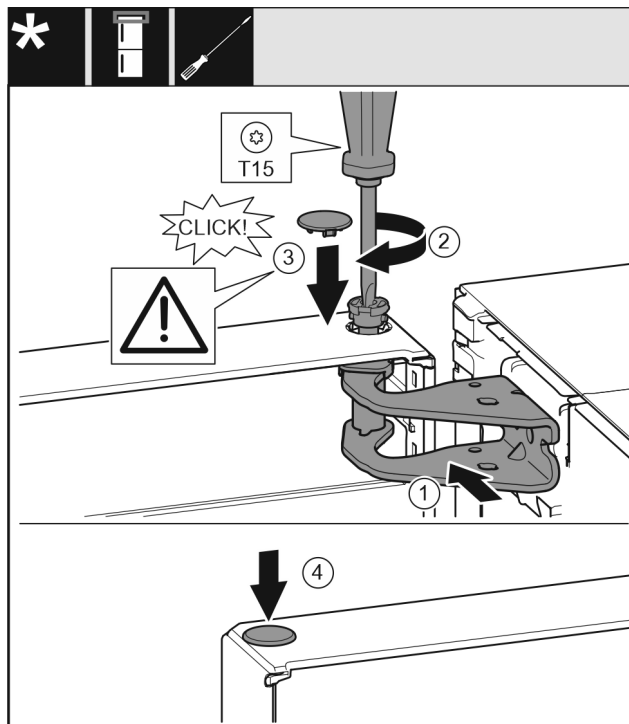

Fig. 18
- ▶ Dveře nahoru vyrovnejte s otvorem ve stojanu ložiska. Fig. 18 (1)
- ▶ Vložte čep a pevně jej utáhněte šroubovákem T15. Fig. 18 (2)
- ▶ K zajištění dveří namontujte bezpečnostní kryt: Bezpečnostní kryt nasadte a zkontrolujte, zda přiléhá na dveře. V opačném případě čep zcela zasuňte. Fig. 18 (3)
- ▶ Vložte zátku. Fig. 18 (4)